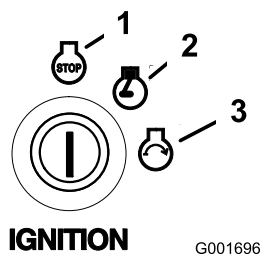

Figure 13
6. Tournez la clé de contact à la position Démarrage (Figure 13). Relâchez la clé quand le moteur démarre.
4. Tournez la clé de contact à la position contact coupé et retirez-la (Figure 13).